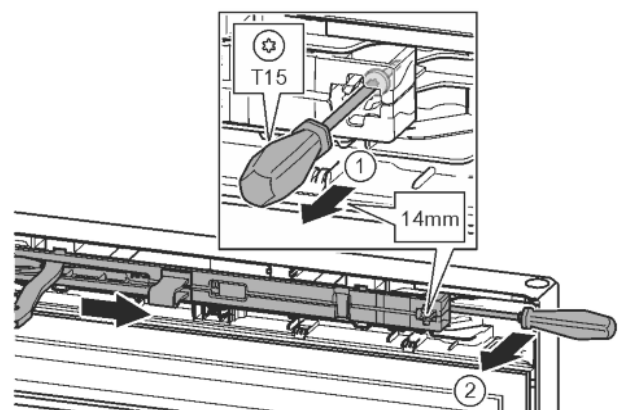

Fig. 11
- ▶ Allentare di ca. 14 mm la vite nell'unità dell'ammortizzatore di chiusura con il cacciavite T15. Fig. 11 (1)
- ▶ Portarsi con un cacciavite lato maniglia dietro l'unità dell'ammortizzatore di chiusura e ruotare in avanti. Fig. 11 (2)
- ▶ Estrarre l'unità dell'ammortizzatore di chiusura. Fig. 11 (3)